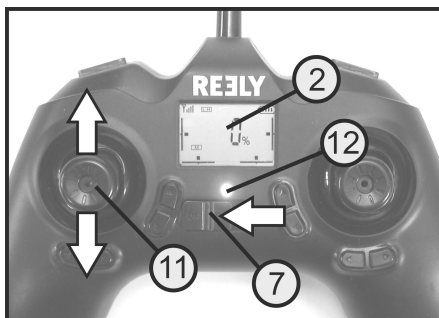

Figure 4
Lorsque l'alimentation électrique ne suffit plus au bon fonctionnement de l'émetteur, l'affichage LED rouge (voir figure 4, pos. 12) se met à clignoter lentement. En outre, l'émetteur émet de brefs signaux sonores à intervalles réguliers.